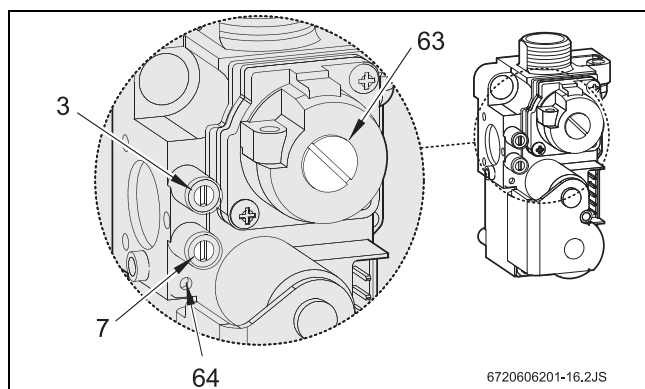

Fig. 23 Bloc de gaz
- Enlever le bouchon plombé de la vis de réglage gaz (63) (voir Fig. 23).
- Pour le gaz naturel: régler sur la consommation maximale au niveau de la vis de réglage du gaz (63) (Tab. 8).